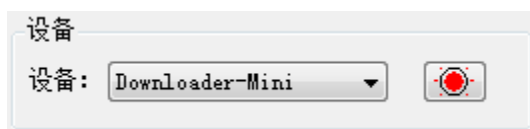

图 2.4-2 脱机下载器连接成功状态
- 一、将脱机下载器通过 USB 连接至电脑，打开配置软件，软件识别到脱机下载器后，软件上的指示灯点亮为红色，则表明已经成功连接，如图 2.4-2 所示。